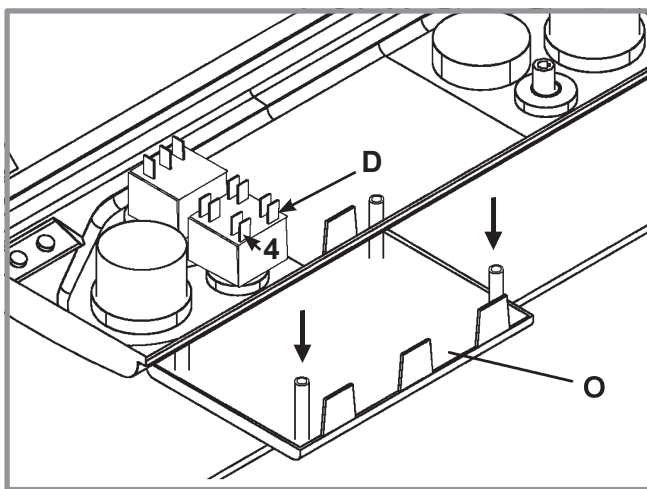

figure 4 - Dépose de l'obturateur
- Déposer et supprimer l'obturateur (rep. **O**, *figure 4*).